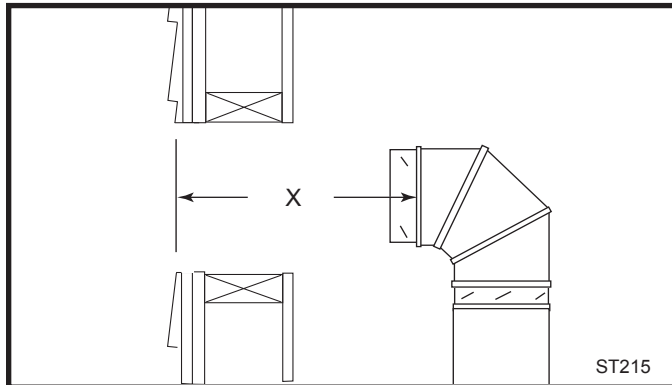

Fig. 27 Mesurez la longueur horizontale.
7. Après mesurage, coupez au besoin la longueur appropriée de la section du conduit nécessaire à son installation à travers le mur en prenant soin de prévoir une distance de chevauchement approximative de 51 mm (2 po), c'est-à-dire depuis le coude jusqu'à la face murale extérieure, sinon la distance de chevauchement nécessaire lorsqu'il y a installation d'un second coude à 90°. (Fig. 27)